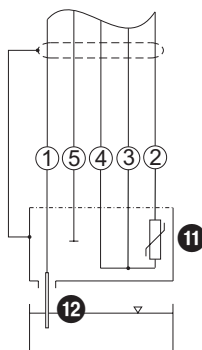

Fig. 7
La sonda di conduttività LRG 16-9 è provvista di sensore con connessione plug-in di tipo M 12, con 5 poli, codice A, per localizzazione poli vedere **Fig. 7**. Sono disponibili ad extra costo cavi di collegamento assemblati (con connettori maschio/femmina) di varie lunghezze per il collegamento degli apparecchi.
- Se i sopra citati cavi di collegamento non verranno utilizzati, le connessioni dovranno essere eseguite con connettore e jack schermato secondo gli schemi di **Fig. 7**.